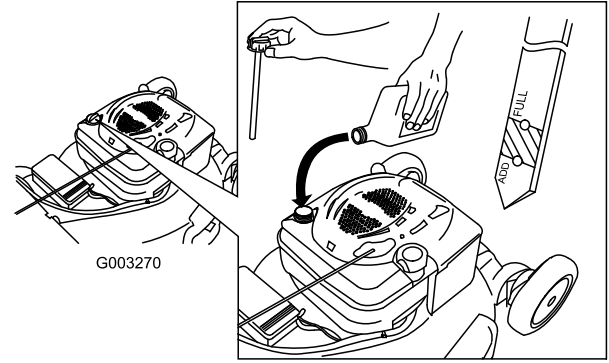

Рисунок 6
2. Извлеките масломерный щуп (Рисунок 6) и заполните маслом примерно 3/4 емкости картера через маслозаливную горловину.
5. Выньте масломерный щуп и проверьте уровень масла по щупу, см. Рисунок 6.
- Если уровень масла слишком низкий, медленно залейте небольшое количество масла в маслозаливную горловину и повторите действия 3 – 5, чтобы масло достигло требуемого уровня, как показано на Рисунок 6.